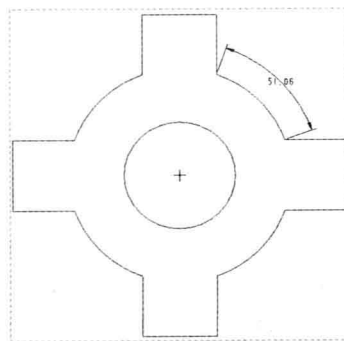

图 3-47 创建圆弧角度尺寸标注
Step 04 执行操作后，即可完成圆弧角度尺寸的标注，如图 3-47 所示。